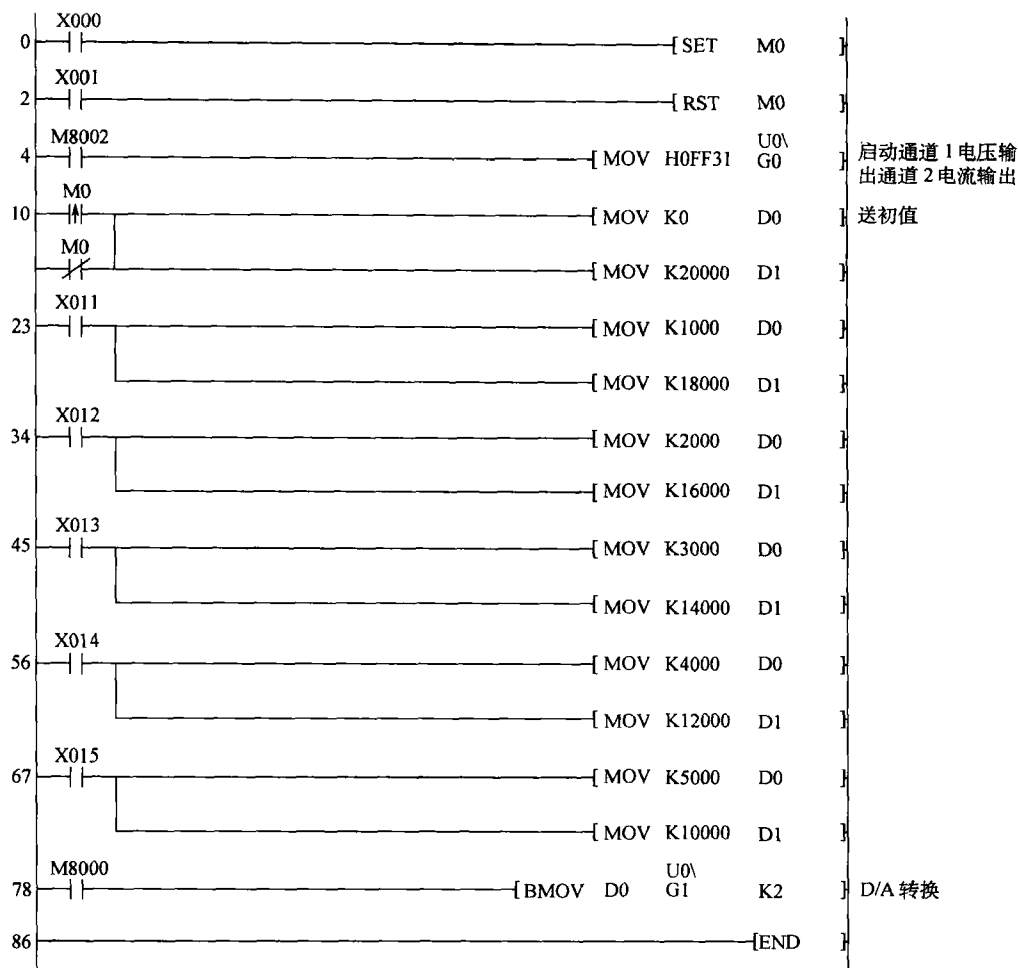

图 8-11 开关量控制模拟量输出程序
(4) 控制程序 开关量控制模拟量输出程序如图 8-11 所示。